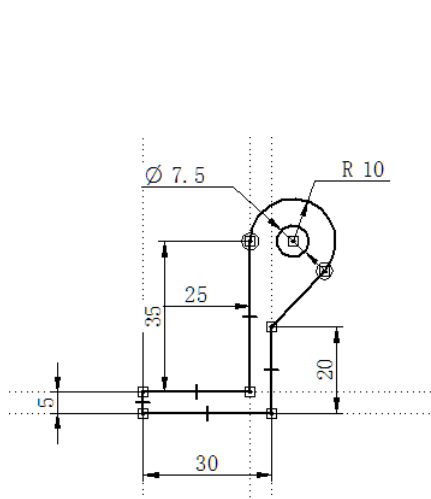

图 7.2.17 显示投影线
Step1. 显示投影线。按住 Ctrl 键，在绘图区选中前面所绘制的所有水平和垂直直线，在“直线”工具条中单击  按钮显示投影线，结果如图 7.2.17 所示。